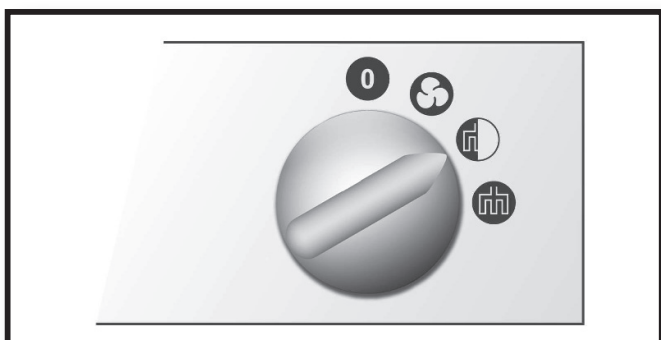

Fig. 6
► I степень нагревания – рис. 6